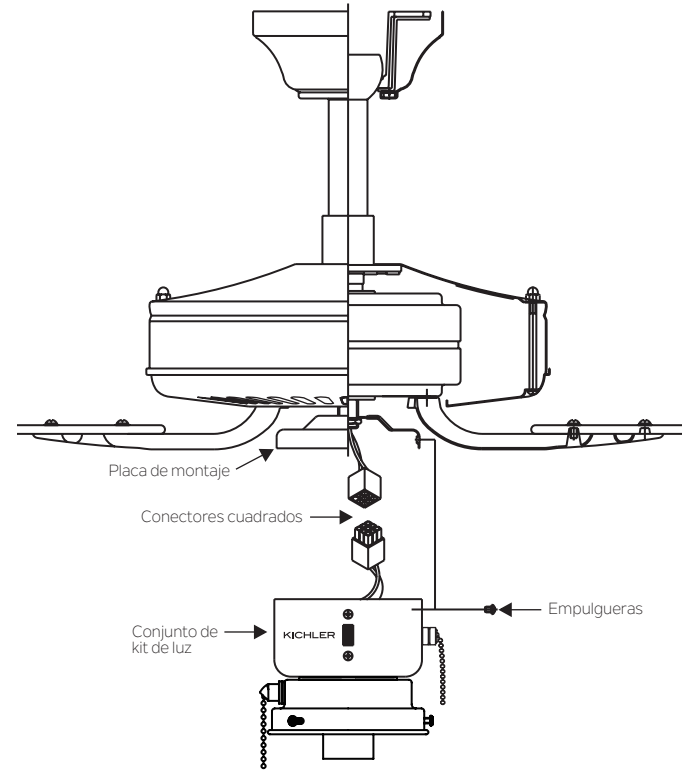

Figura 2
4. Levante y sostenga el conjunto del kit de luz cerca de la placa de montaje de el ventilador de techo. Empuje los conectores de cable cuadrado juntos. (Figura 2)
5. Empuje con cuidado todos los cables dentro de la carcasa del interruptor, luego instale el conjunto del kit de luces en la placa de montaje con los 3 tornillos provistos. Asegúrese de apretar todos los tornillos. (Figura 2)